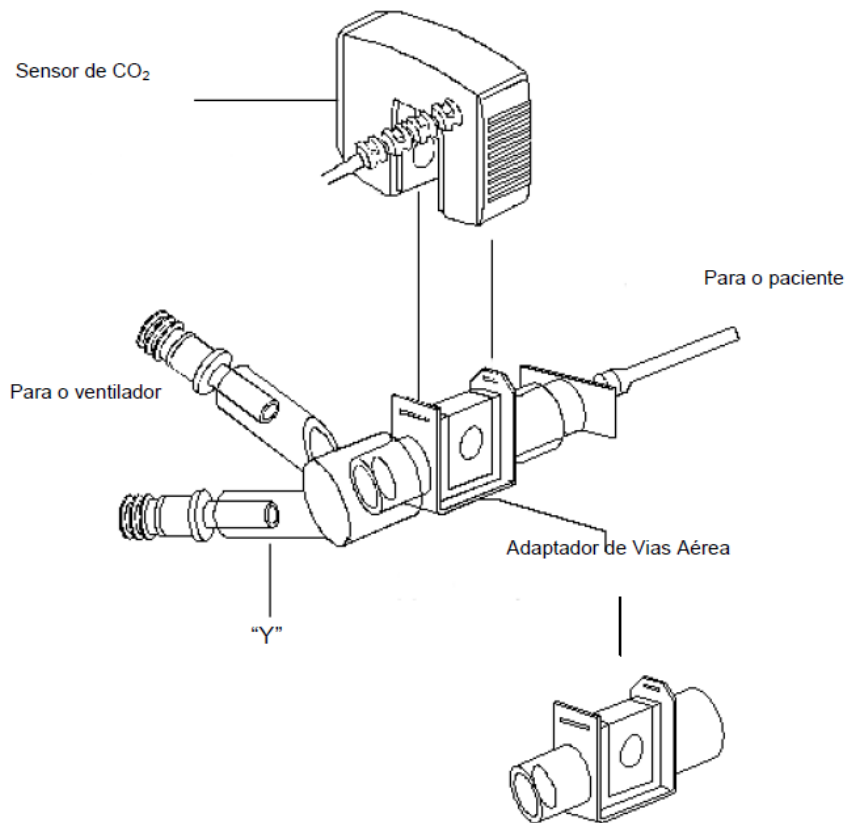

Figura 3.1-4: Conexão do adaptador de vias aéreas Neonato.
Após a conexão do sensor CAPNOSTAT ao adaptador de vias aéreas, posicionar o adaptador na extremidade próxima do circuito de vias aéreas do paciente, entre o tubo endotraqueal e o "Y" do ventilador (Figura 3.1-4).
- Para aplicação a pacientes entubados, o adaptador de vias aéreas na extremidade da linha (Figura 3.1-4) deve ser inserido no circuito respiratório do paciente, entre o “Y” (ventilador) e o tubo endotraqueal.
- Conecte o tubo de aspiração lateral no conector de entrada dos sistemas (Figura 3.1-4).